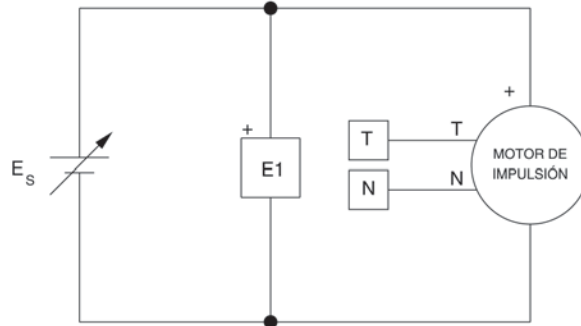

Figura 1-10. Circuito del Motor de impulsión.
En la primera parte de este ejercicio, usted montará el equipo en el Puesto de trabajo, lo conectará como lo muestra la Figura 1-10 y realizará los ajustes apropiados en el módulo Motor de impulsión / Dinamómetro.
- 5. Conecte el equipamiento como lo muestra la Figura 1-10.